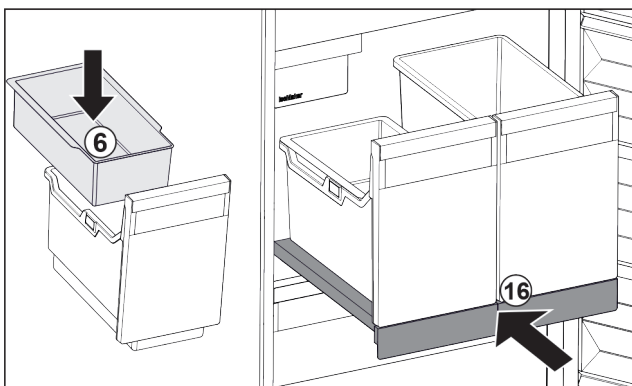

Fig. 87
- Sätt in det hängande facket Fig. 87 (6) för istärningar.
- Skjut in utdragshyllan med behållare (IceTower). Fig. 87 (16)